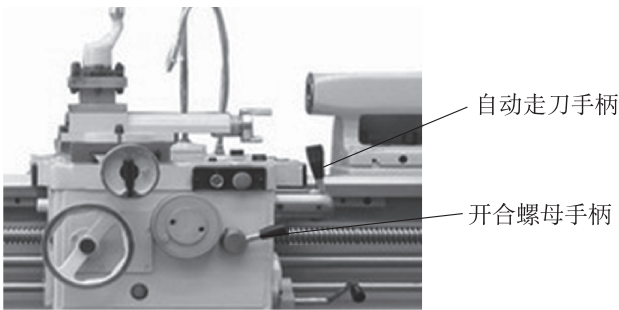

图 1-10 自动走刀手柄与开合螺母手柄
(3) 床身：固定在床腿上，床身是车床的基本支承件，床身的功用是支承各主要部件并使它们在工作时保持准确的相对位置。
(4) 自动走刀手柄：车外圆等不带螺纹的项目加工时，控制车刀的自动进给。如图 1-10 所示。
(5) 开合螺母手柄：车螺纹时控制车刀的自动进给。如图 1-10 所示。自动走刀手柄与开合螺母手柄是互锁关系。